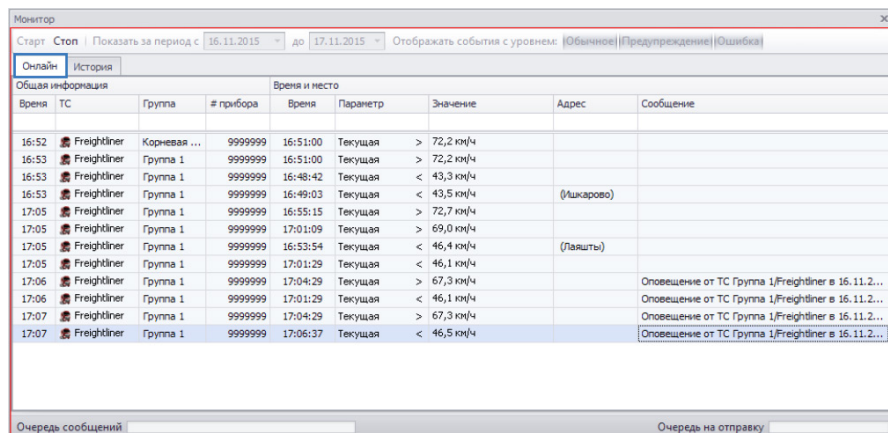

Рис.272. Вкладка «Онлайн».
- если в настройках правила разрешена запись в журнал, то в модуле Монитор будет сделана запись о соответствующем событии. Все события модуля монитор записываются в базу SQLite с привязкой к текущей схеме. События, записанные в текущий сеанс работы в программе АвтоГРАФ 5 ПРО, отображаются на вкладке «Онлайн» модуля Монитор (**Рис.272**).